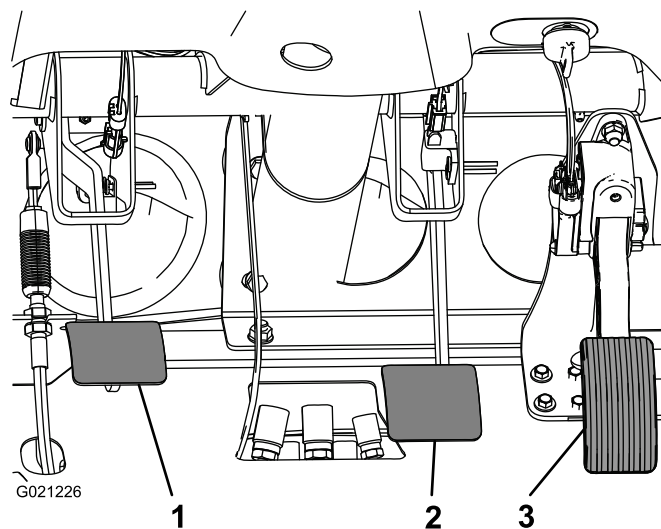

Figure 67
- Soulevez la pédale de frein (Figure 67) jusqu'à ce qu'elle touche le cadre.
- Desserrez les écrous de blocage qui fixent la chape à l'arbre du maître-cylindre (Figure 67).